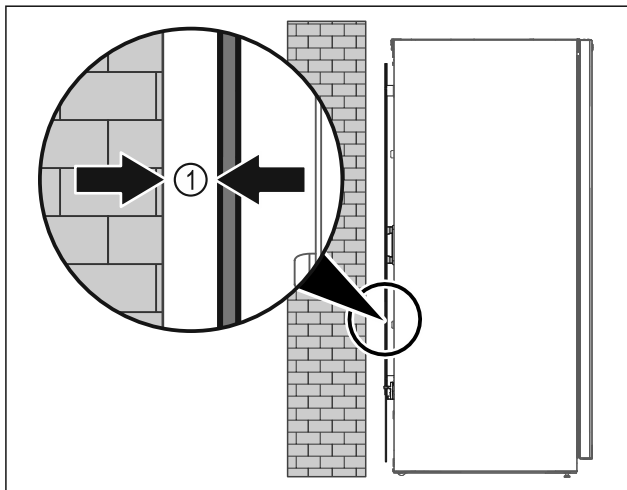

Fig. 8
- ▶ Opstil apparatet enten frit i rummet eller direkte på en væg med en mindstefaststand på 5 mm Fig. 8 (I).